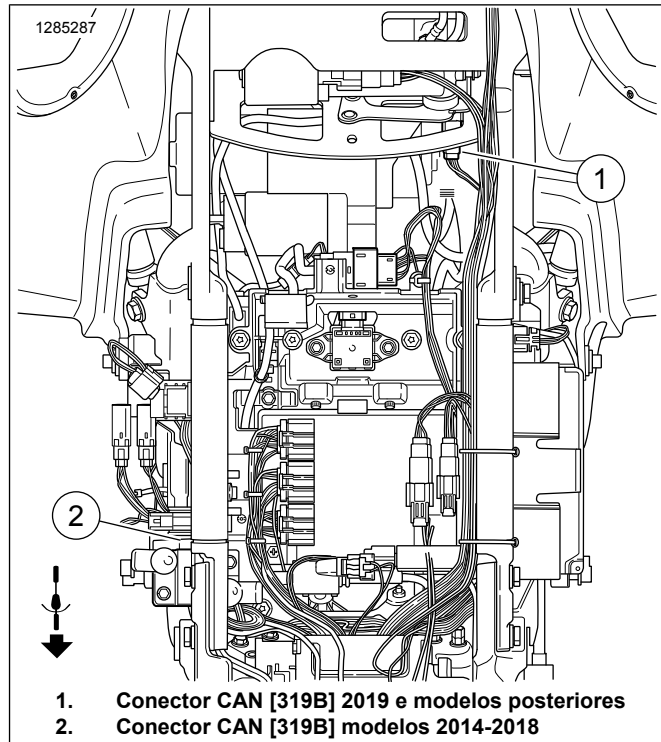

Figura 3. Conector CAN [319B]
- Veja Figura 3 . Localize o conector CAN de 2 vias Delphi [319B] (1) sob a tampa do lado direito.
- A tampa é um pacote de resistor de terminação preso ao suporte elétrico. Remova o conector [319B] (1) do conjunto do resistor.
- Se essa for a única conexão do amplificador (traseiro) nessa instalação, conecte o lado do [319B] (1) do chicote de fios C do kit de volta no conjunto do resistor de terminação do passo "B" acima. Se forem utilizados vários amplificadores traseiros, faça uma ligação em cadeia [319B] desse chicote de fios para o [319A] do chicote de fios do próximo amplificador. Sempre verifique se o conector restante [319B] está conectado ao resistor de terminação do veículo.
- Separe as três abraçadeiras que prendem o chicote de fios do conector [319B] (1).
- Veja Figura 3 . Passe o conector [319B] (1) e o conector [319A] ao longo da parte inferior do quadro em direção ao local do lado esquerdo do conector CAN do veículo.